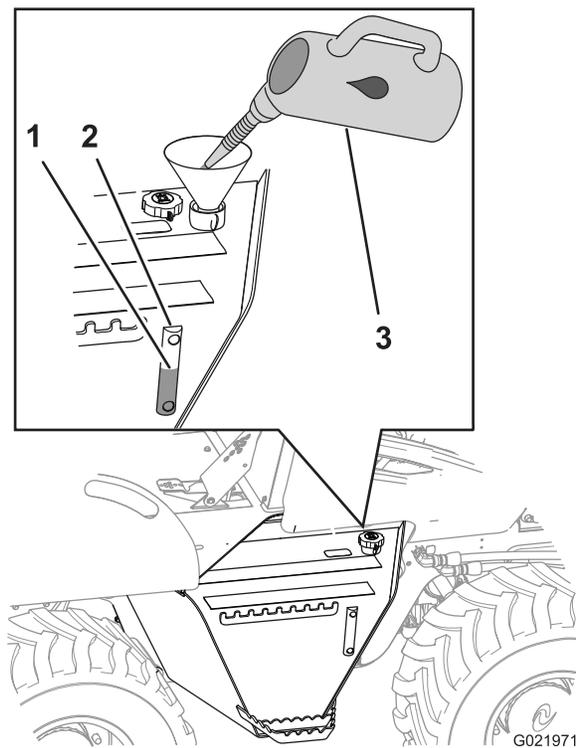

Figura 22
3. Compruebe el nivel del aceite hidráulico en la mirilla situada en el lado del depósito de aceite hidráulico (Figura 22).
4. Si el nivel de aceite hidráulico está por debajo de la marca Añadir, retire el tapón de llenado/ventilación (Figura 22), añada aceite del tipo especificado hasta que el nivel de aceite llegue a la marca Lleno e instale el tapón de llenado/ventilación.